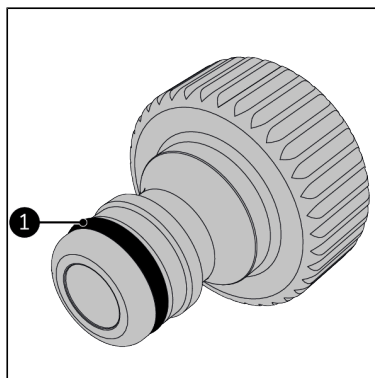

Figure 81.
7. Passez de la vaseline sur le joint torique du raccord du tuyau de jardin (Figure 81, pos 1).